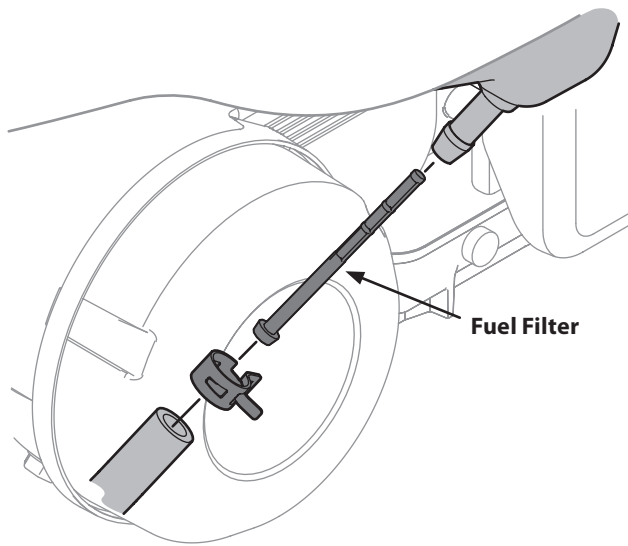

Figura 6-6
- Quite la c-abrazadera de la línea de combustible y quite la línea de combustible de la salida de tanque. Ver la Figura 6-6.
- Agarre el nuevo filtro de combustible a partir del final llevado a hombros e insértelo completamente al hombro en la salida de tanque. Ver la inserción de la Figura 6-6.